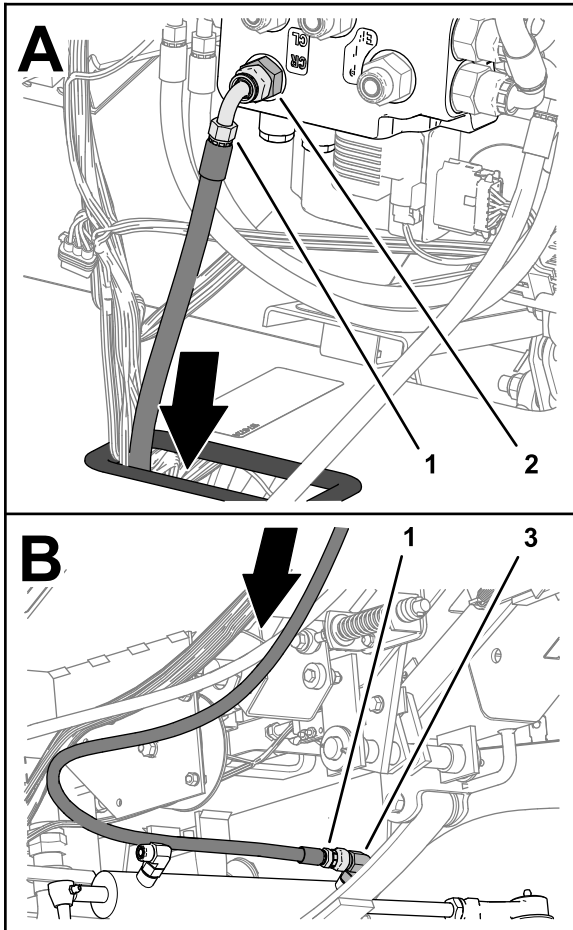

Bild 119
1. Führen Sie das Ende des Schlauchs 6 x 1397 mm mit dem geraden Anschlussstück durch die Tülle in der Bodenplatte (**Bild 119**).
2. Montieren Sie das 90°-Anschlussstück des Schlauches 6 x 1397 mm auf das Anschlussstück des Anschluss CR des EHI-Lenkventils (**Bild 119**).
5. Montieren Sie das gerade Anschlussstück des Schlauches 6 x 1397 mm auf das 90°-Anschlussstück des Anschlusses zum Einfahren des Lenkzylinders und ziehen Sie beide Schlauchanschlussstücke fest (**Bild 119**).